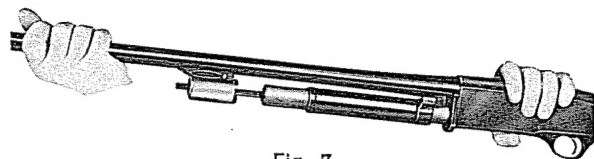

Fig. 7
- 7 — Spingere a fondo la canna nella culatta fino ad arresto (fig. 7).
- 7 - move barrel rearward until it is stopped (fig. 7).
- 7 - *pousser le canon vers l'arrière jusqu'à l'arrêt (fig. 7)*